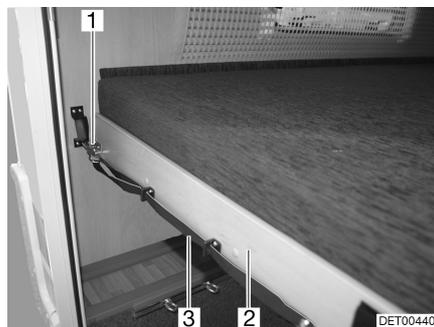

Fig. 41 Lit superposé (arrière)
- Tirer sur la boucle (Fig. 41,3) et désenclencher le verrou (Fig. 41,1).
- Tirer le sommier à lattes (Fig. 41,2) avec le matelas vers l'avant jusqu'à ce qu'il s'enclenche.